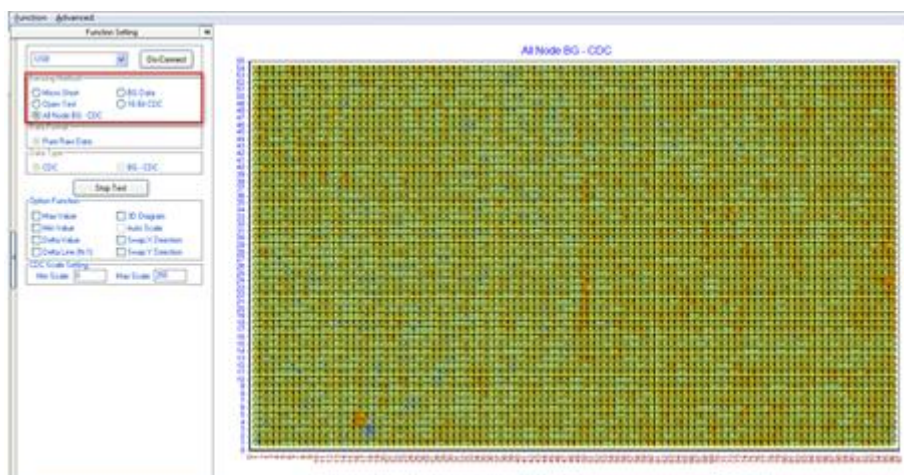

Figure 5-2: sensor 電容值轉換顯示視窗示意圖
- ◆ Step_1: 開啟 tool 選擇左上 Function 基本檢測功能項下的 CDC 功能，勾選 Sensing Method 內 All Node BG-CDC 項按下「Star Test」即可在右邊畫面看到目前經過程式轉換後整面電容值如下 Figure 5-2 所示。